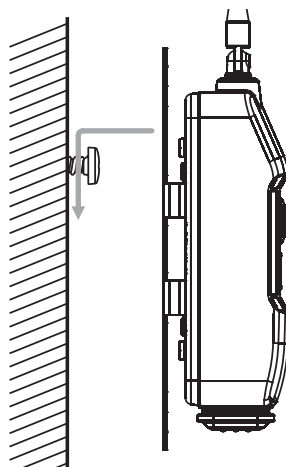

図3
- ③ 本機の背面をネジに押し当てて取付金具の穴の中心に通し、下方向に動かなくなるまでスライドして固定します (図3参照)。